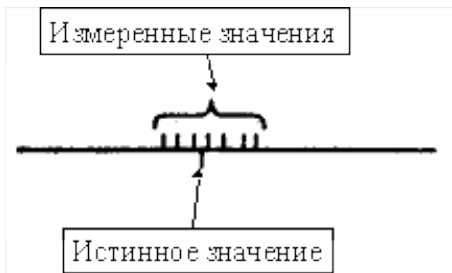

Рис.1
**случайные погрешности.** Многократно повторяя одни и те же измерения, можно заметить, что довольно часто их результаты не в точности равны друг другу, а «пляшут» вокруг некоторого среднего (рис.1). Погрешности, меняющие величину и знак от опыта к опыту, называют случайными. Случайные погрешности произвольно вносятся экспериментатором вследствие несовершенства органов чувств, случайных внешних факторов и т. д. Если погрешность каждого отдельного измерения принципиально непредсказуема, то они случайным образом изменяют значение измеряемой величины. Эти погрешности можно оценить только при помощи статистической обработки многократных измерений искомой величины.